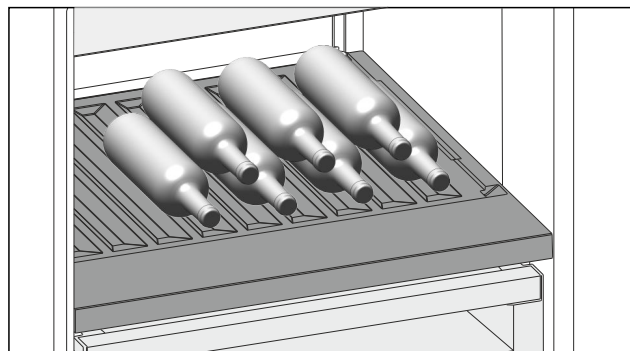

Fig. 114
- ▶ Fľaše vkladajte dnom dozadu k zadnej stene. (pozri Fig. 114)